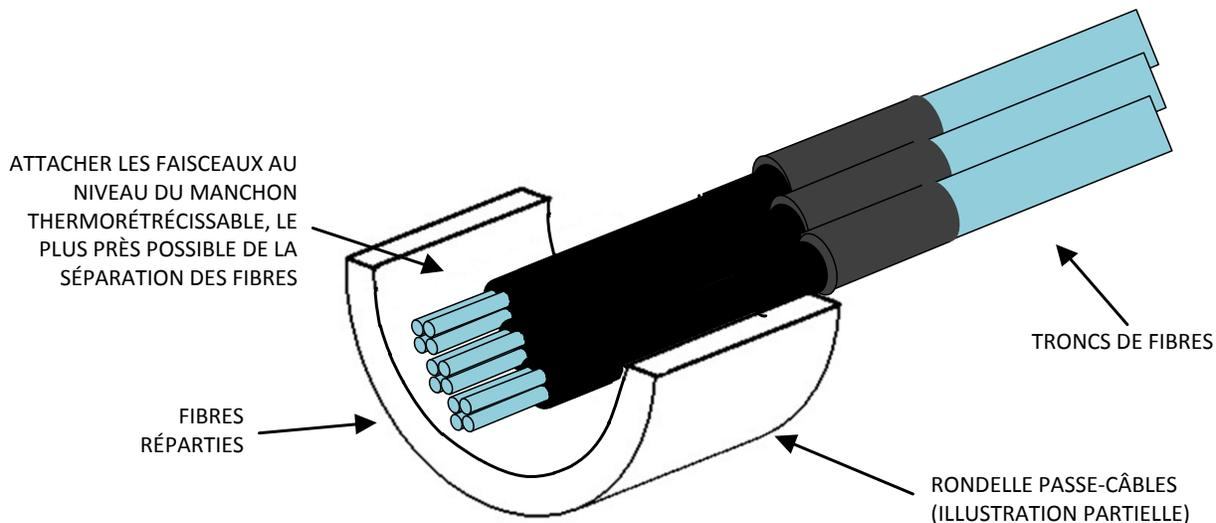

Figure 21
- a. Attacher les tronc au niveau de leur manchon thermorétractible (figure 21).